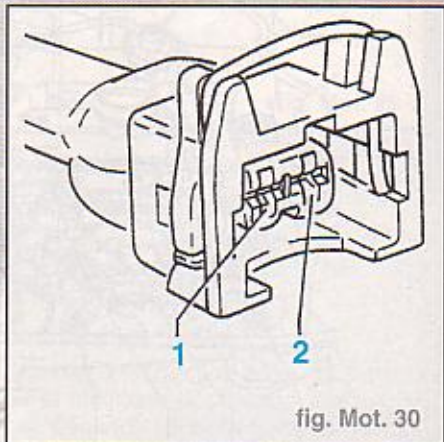

fig. Mot. 30
- Contrôler, en fonction du schéma de parcours du courant, si les câbles ne présentent pas de coupure entre le boîtier de contrôle et la fiche (fig. Mot. 30) :